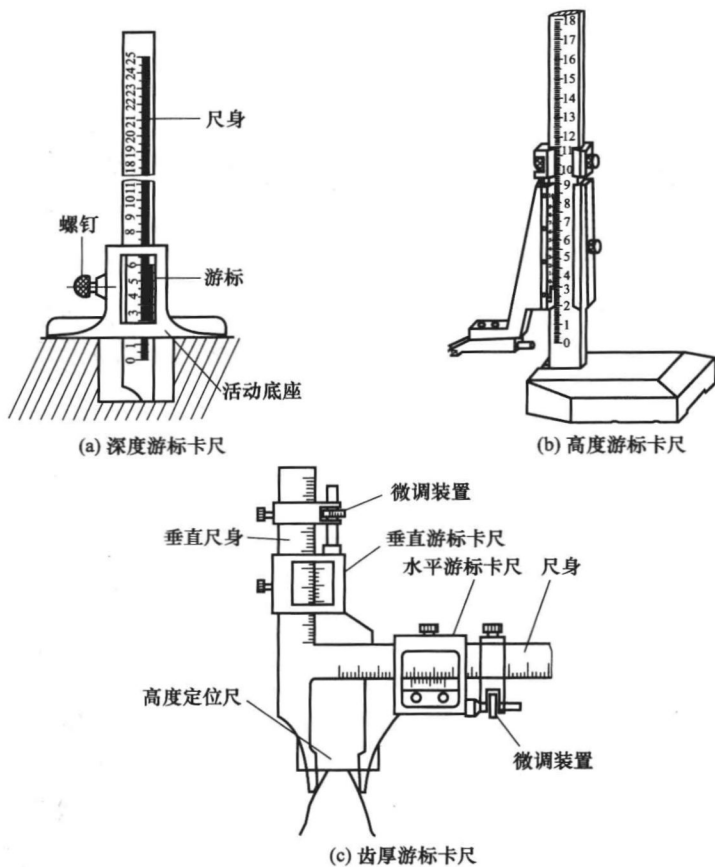

图 1-9 其他游标卡尺
1) 深度游标卡尺 如图 1-9 (a) 所示,用来测量台阶的高度、孔深和槽深。
2) 高度游标卡尺 如图 1-9 (b) 所示,用来测量零件的高度和划线。
3) 齿厚游标卡尺 如图 1-9 (c) 所示,用来测量齿轮(或蜗杆)的弦齿厚或弦齿高。